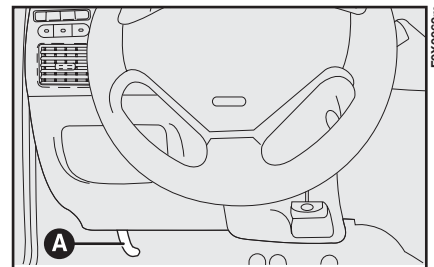

fig. 88
- 1) Tirare la leva A-fig. 88.